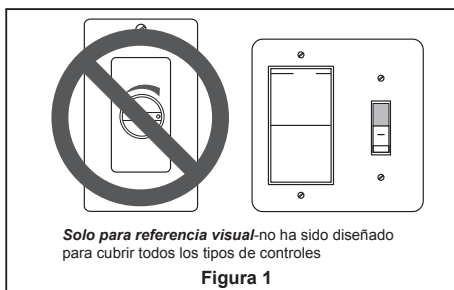

Figura 1
1. Extraiga uno de los tres tornillos del soporte ubicado en la parte inferior de la unidad del motor. Guárdelos para después y afloje levemente los otros dos tornillos. (Figura 1)
- 1. IMPORTANTE:** El uso de un regulador de la intensidad completa (no incluido) para controlar la velocidad del ventilador dañará el dispositivo. Para reducir el riesgo de incendio o descarga eléctrica, no utilice dicho regulador para controlar la velocidad del ventilador. (Figura 1)